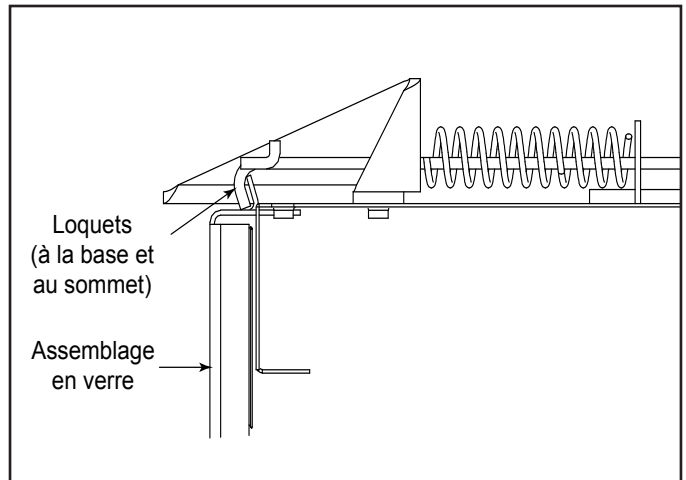

Figure 4.1 Panneau de verre fixe
- Soulevez les deux loquets (deux supérieurs et deux inférieurs) de la rainure présente sur le verre. Voir la figure 4.1.